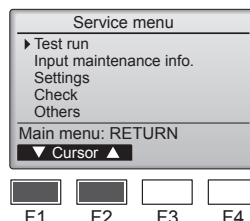

Fig. 8-1
- ① Seleccione "Test run" (Modo prueba) desde el menú Servicio, y pulse el botón [SELECT/HOLD]. (Fig. 8-1)